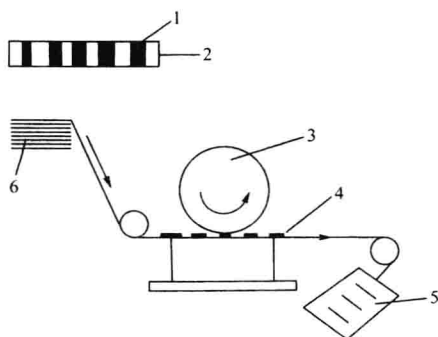

图 1-4 孔版印刷示意图
(4) 孔版印刷 印版在图文区域漏墨而非图文区域不漏墨的印刷方式。孔版印刷的印版图文部分由可以将油墨漏印至承印物上的孔洞组成，而空白部分则不能透过油墨。如图 1-4 所示，印刷时，先把油墨堆积在印版的一侧，然后用刮板或压辊边移动边刮压或滚